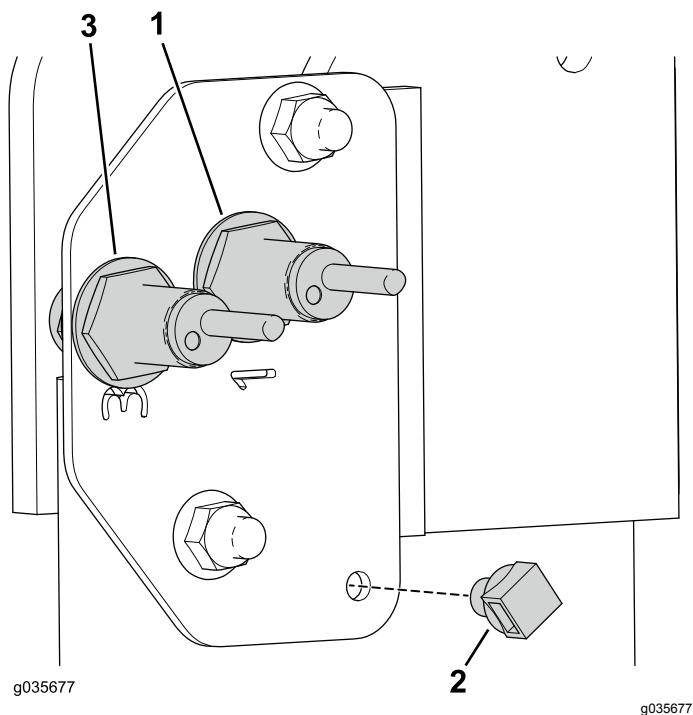
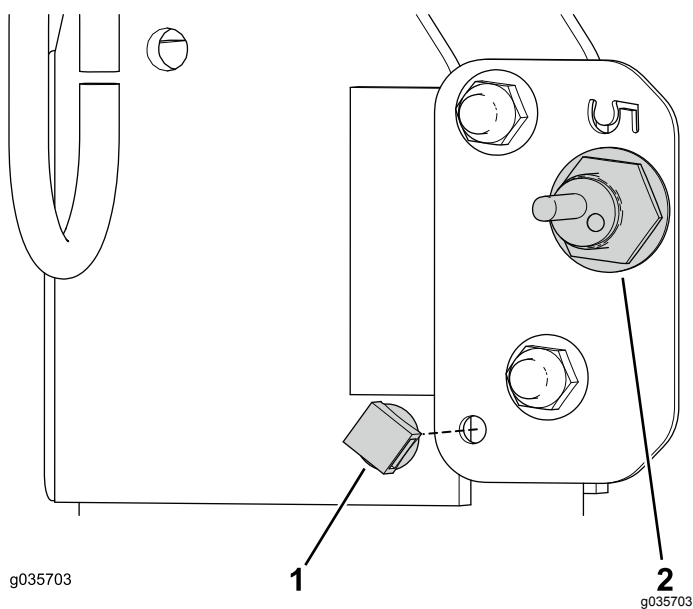

Figura 23
Figura 24
- Collegate il cablaggio preassemblato al sensore di prossimità appropriato (**Figura 23** e **Figura 24**).
- Montate i fermagli delle fascette per cavi sulla piastra del sensore di sinistra e destra (**Figura 23** e **Figura 24**).
- Inserite i serracavi attraverso la clip e attorno ai connettori del cablaggio preassemblato per fissare la piastra del sensore (**Figura 23** e **Figura 24**).